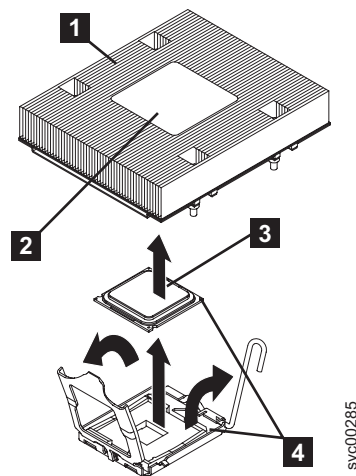

図 183. マイクロプロセッサからヒートシンクを取り外す
3. ヒートシンク (図 183 の **1**) を除去します。ヒートシンクの片側にある 2 つの拘束ねじを十分緩めてから、他方の 2 つの拘束ねじを緩めます。(これにより、ヒートシンクとマイクロプロセッサの接着状態が切り離されることとなります。) 拘束ねじを緩めた後でヒートシンクを取り外します。